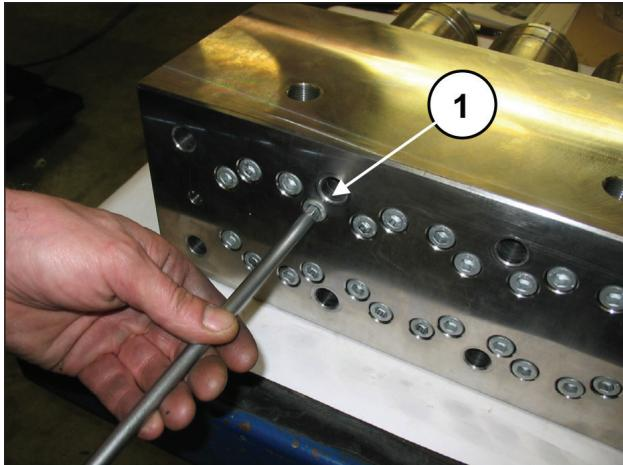
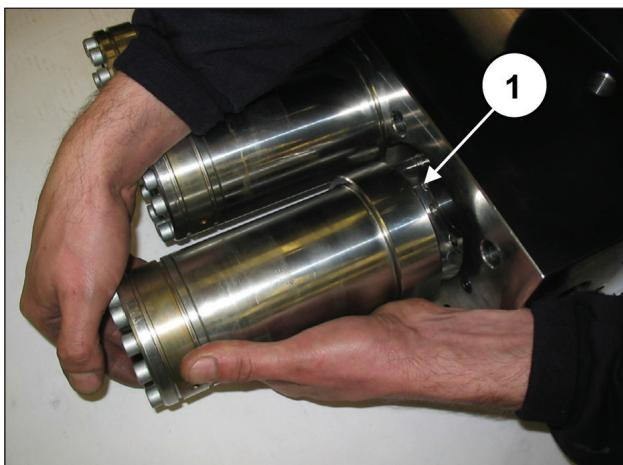
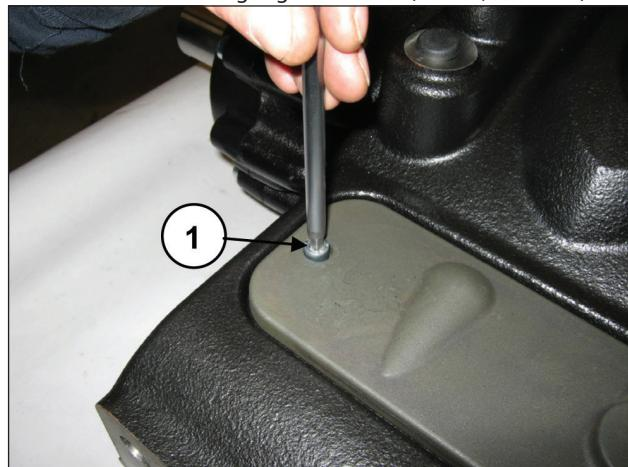

Abb. 101
Abb. 102
Abb. 109
Lösen Sie die Befestigungsschrauben M10x140 von Buchsen und Kopf (Pos. ①, Abb. 101) und ziehen Sie die Buchsengruppen heraus (Pos. ①, Abb. 102).
Trennen Sie den Kopf und das Distanzstück der Buchsen vom Pumpengehäuse gemäß den Hinweisen in Abschn. 2.2.1 (Abb. 966 bis Abb. 102). Demontieren Sie den oberen Inspektionsdeckel durch Abdrehen der 2 Befestigungsschrauben (Pos. ①, Abb. 109).